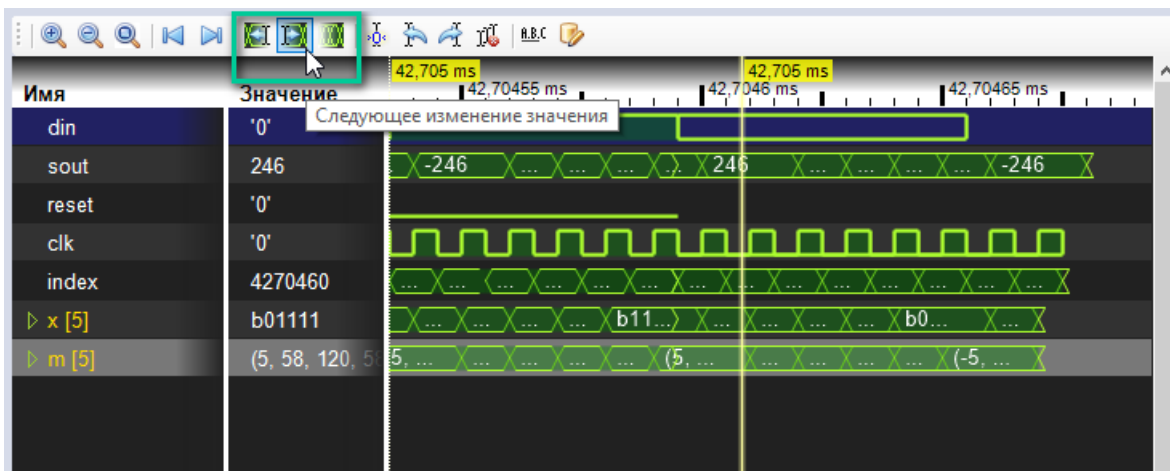

Рис. 34 Перемещение курсора
- Перемещение курсора, см. Рис. 34.